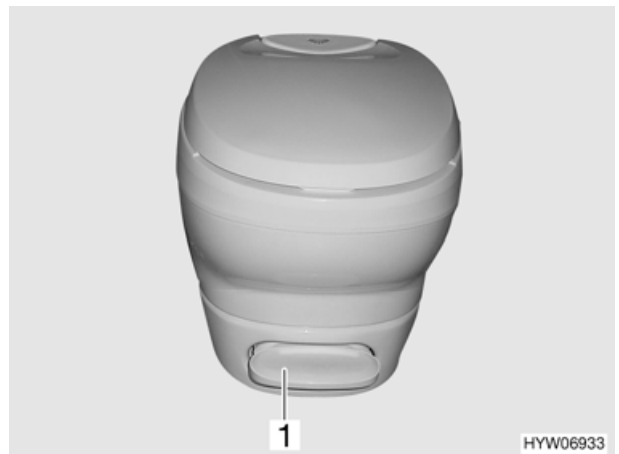

Fig. 92 Toilette
- Premere il pedale di risciacquo (Fig. 92,1).